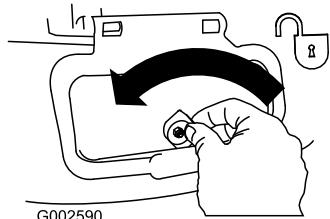

Figure 23
- Desbloquee la puerta de descarga lateral (Figure 23).